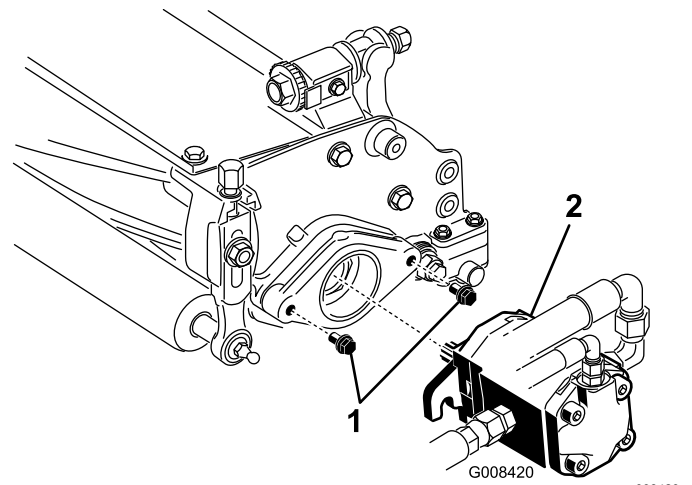

Bild 11
7. Lassen Sie ungefähr 13 mm des Gewindes an jedem Befestigungsschrauben des Spindelmotors sichtbar (**Bild 11**).
8. Fetten Sie die Keilwelle des Motors mit frischem Fett ein und bringen den Motor durch Drehen nach rechts an, sodass die Motorflansche von den Bolzen entfernt sind. Drehen Sie den Motor nach links, bis die Flansche die Bolzen umschließen (**Bild 11**).
9. Ziehen Sie die Befestigungsschrauben fest (**Bild 11**).